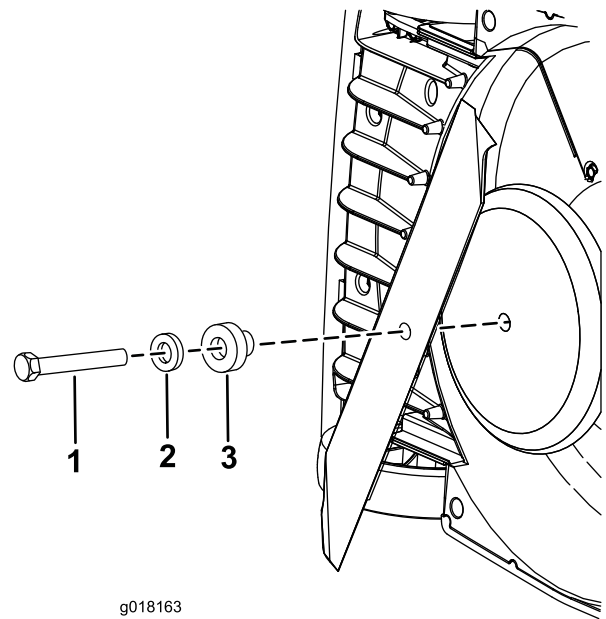

Bild 23
5. Entfernen Sie die Schraube, Scheibe und das Distanzstück; nehmen Sie dann das Messer ab (Bild 23).
7. Befestigen Sie das neue Messer mit der vorher entfernten Schraube, Scheibe und dem Distanzstück (Bild 23).